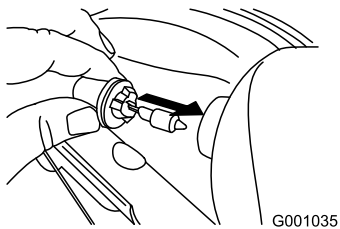

Figure 57
4. Introduisez une ampoule neuve dans le phare par l'arrière (Figure 57).